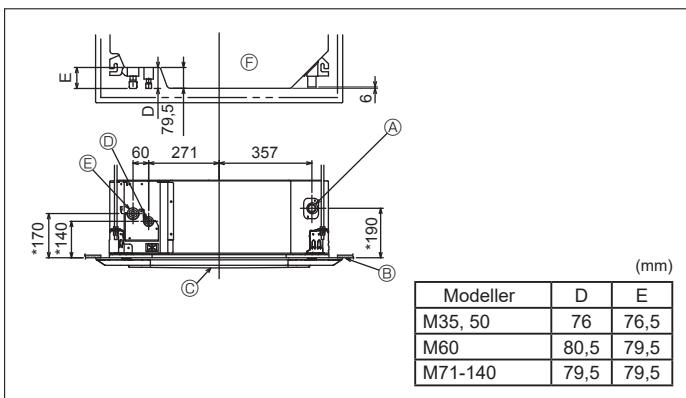

Fig. 3-3
3.3. Placering av inomhusenhets kylmedels- och dräneringsrör (Fig. 3-3)